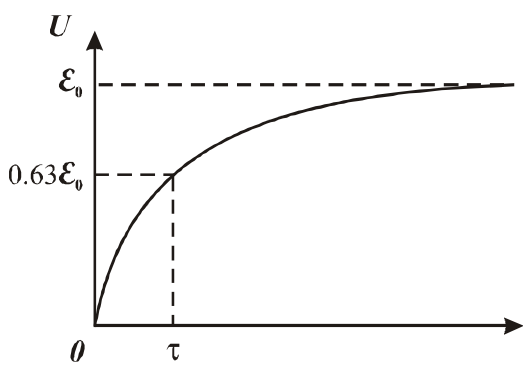

Рис. 2.
Временная зависимость напряжения на конденсаторе представлена на рис.2.
Выражение (6) позволяет определить величину  $\tau$  как промежуток времени, по истечении которого напряжение на конденсаторе достигает величины  $U \approx 0.63\varepsilon_0$ , в этом случае  $\ln(\varepsilon_0/(\varepsilon_0 - U)) = 1$  (рис.2).